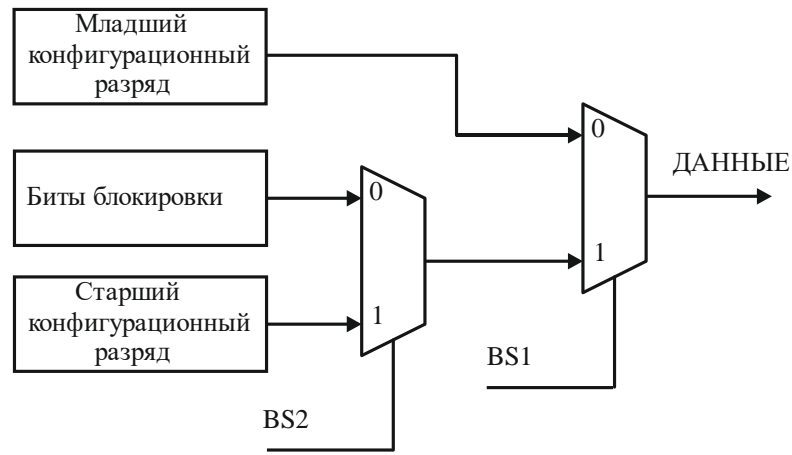

Рисунок 3.114 – Мультиплексирование конфигурационных битов и битов блокировки битами BS1 и BS2 при чтении на выводе «Данные»
- 1) Загрузить команду «0000 0100» (см. рисунок 3.114).